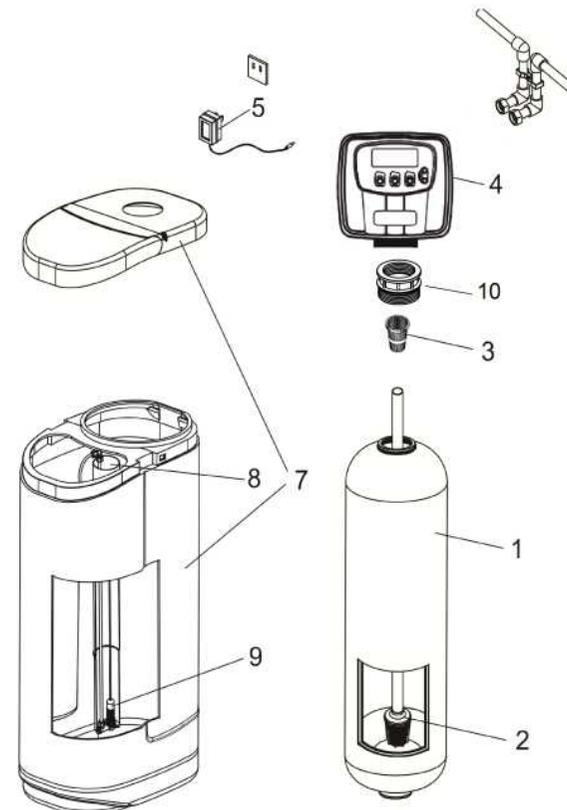

Рисунок 1
6.1 Универсальный фильтр кабинетного исполнения AquaSmart состоит из (Рисунок 1):